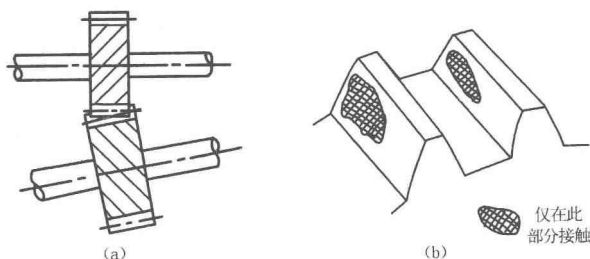

图8 齿轮装配不当
(1) 制造误差。齿轮制造误差主要有偏心、齿距偏差和齿形误差等。偏心是指齿轮（一般为旋转体）的几何中心和旋转中心不重合，如图 8（a）中的小轮。齿距偏差是指齿轮的实际齿距与公称齿距有较大误差，如图 8（b）中的大齿轮。而齿形误差是指渐开线齿廓有误差。